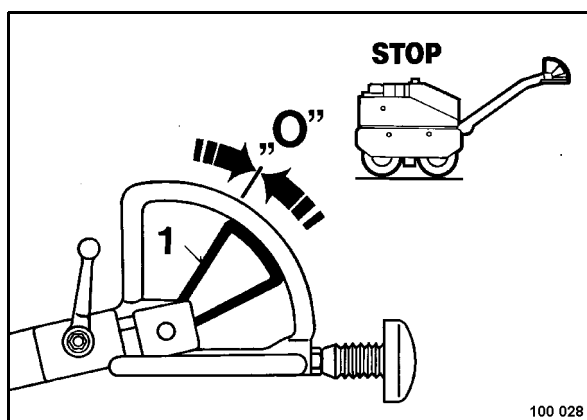

Fig. 46
- Soltar la palanca de marcha (1) (Fig. 46) poco a poco.